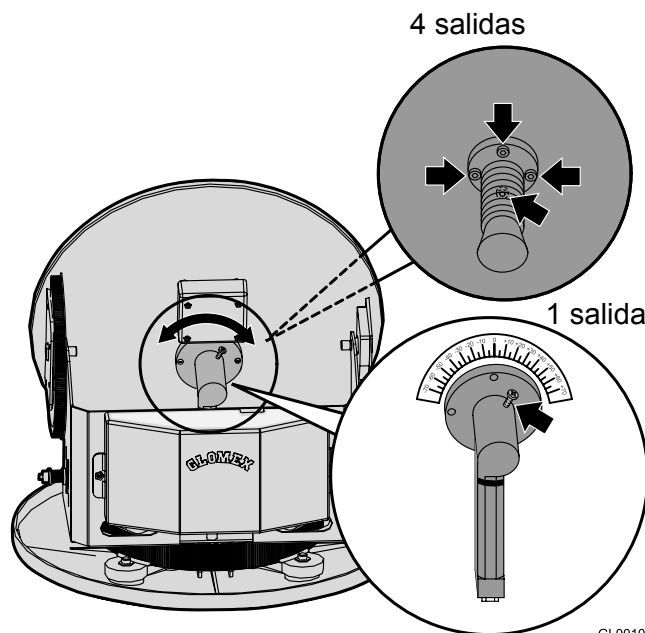

Fig. 26
- para los modelos de una salida, afloje el tornillo que sujeta el LNB al disco (consulte **Fig. 26**) y mueva el disco manualmente, utilizando como referencia el parámetro de calidad de señal del receptor digital en uso para realizar una calibración correcta (consulte el manual del receptor). La calibración no debe cambiarse más si el bote permanece en la misma área y recibe la transmisión del mismo satélite.